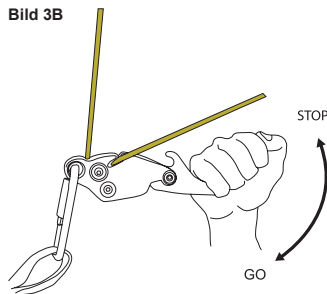

Bild 3B
7. Du reglerar nedfirningshastigheten genom att hålla ena handen på handtaget och andra handen på linan under bromsen. Starta med linan vinklad nedåt från spåret såsom visas i bild 3B. Om handtaget trycks nedåt ökar hastigheten. Om handtaget dras uppåt eller släpps avbryts
8. Du reglerar nedfiringens hastighet genom att hålla ena handen på handtaget och andra handen på linan under bromsen. Börja med linan i vinkel ut från spåret. Se till att nedfiringsbromsen är upp och nedvänd. Starta nedfiringen genom att dra handtaget uppåt (bild 7). Tryck ned eller släpp handtaget om du vill avbryta nedfiringen. Öka eller minska friktionen genom att låta linan löpa in i eller bort från den smala delen av spåret (se bild 3B). Håll alltid i linan under bromsen med ena handen så att nedfiringen blir mer kontrollerad.